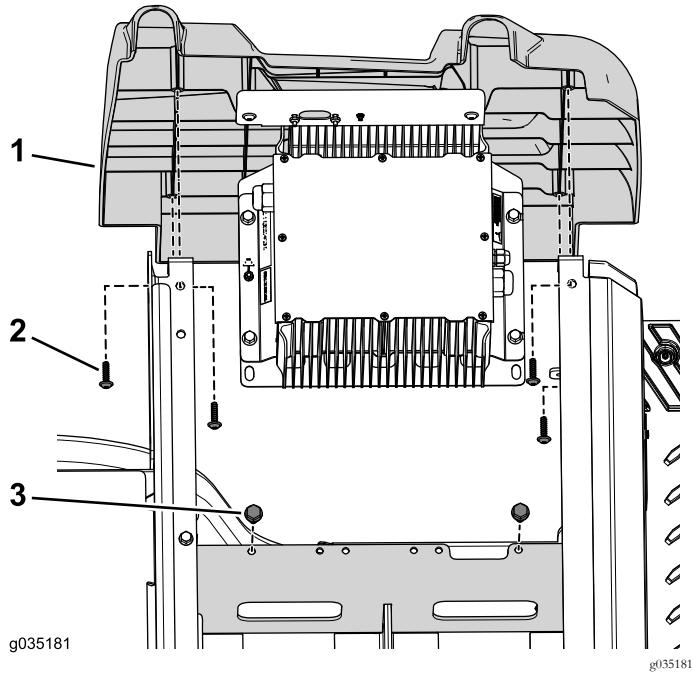

图88
9. 用 2 个螺栓 3/8 x 3/4 英寸将充电器支架固定到电池托盘图88。